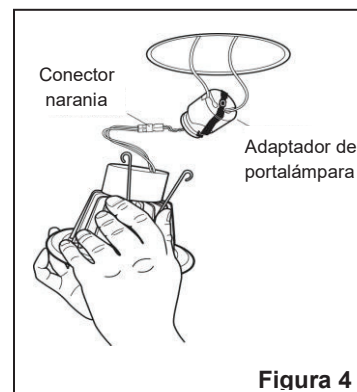

Figura 4
2. Atornille de forma segura el adaptador de enchufe en el portalámparas adentro de la carcasa. Enchufe el conector naranja del adaptador de enchufe en el conector naranja de acople del módulo LED. (Figura 4)